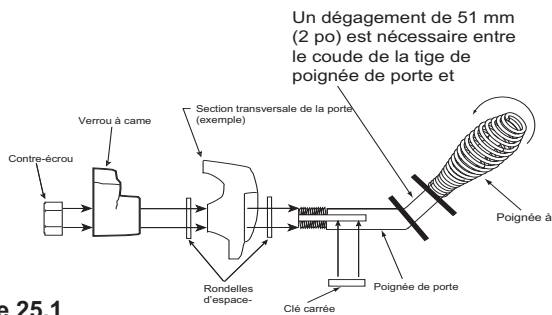

Figure 25.1
3. L'installation de la seconde rondelle(s) comme le montre la **Figure 25.1**.
7. Installer le ressort de la poignée en tournant dans le sens antihoraire pour exigée de 2 pouces (51 mm) de dégagement localisation sur la poignée de la porte de la tige (**Figure 25.1**).